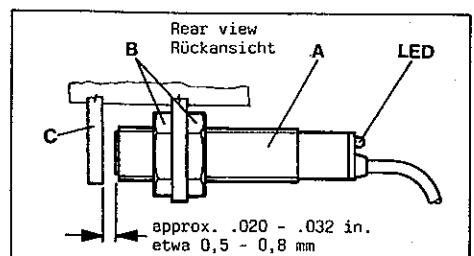

Fig.56
The proximity switch (A, Fig. 56) prevents the motor respectively the sewing machine from running, when the thread trimmer mechanism is not in its extreme right end position (home position). Adjust as follows:
Set the face of proximity switch (A, Fig. 56) with nuts (B) close to lever (C) until the light emitting diode (LED) lights up. The distance between proximity switch (A) and lever (C) is normally approx. 0.5 to 0.8 mm (.020 to .032 in.).
Der Näherungsschalter (A, Fig. 56) verhindert das Laufen des Motors bzw. der Nähmaschine, wenn der Fadenabschneidermechanismus nicht in seiner äußerst rechten Endstellung (Ruhestellung) ist.
Stellen Sie die Stirnfläche des Näherungsschalters (A, Fig. 56) mit Hilfe der Muttern (B) so nahe an den Hebel (C), daß die Leuchtdiode (LED) aufleuchtet. Der Abstand zwischen Näherungsschalter (A) und Hebel (C) ist normalerweise etwa 0,5 bis 0,8 mm.